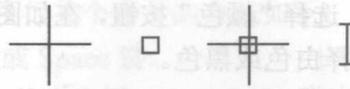

图 1-6 不同的光标显示
(4) 绘图区域中的光标。AutoCAD 的光标用于绘图、选择对象等操作。当光标位于 AutoCAD 的绘图窗口时为十字形状，所以又称为十字光标。在绘图区域中，如果系统提示指定点位置，光标显示为十字光标；当提示选择对象时，光标将更改为一个称为拾取框的小方形；如果未在命令操作中，光标显示为一个十字光标和拾取框光标的组合；如果系统提示输入文字，光标显示为竖线。显示如图 1-6 所示。